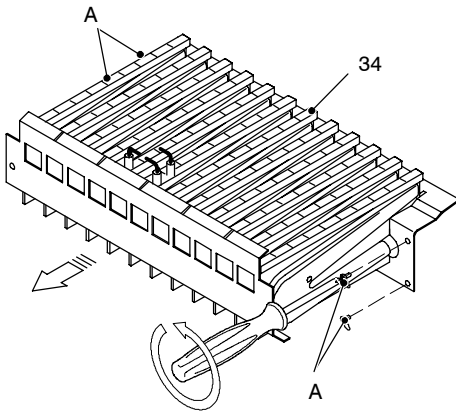

fig. 8.1
- 4 Quitar el panel delantero de la cámara de combustión y el quemador 34 en fig. 8.1